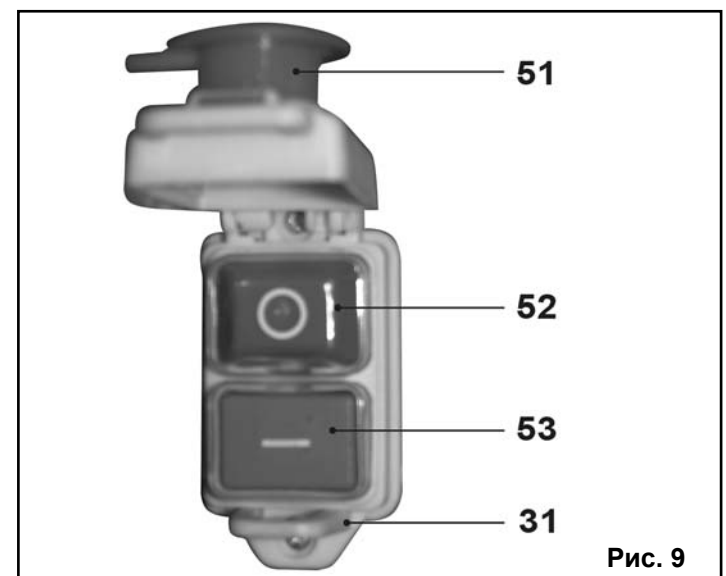

Рис. 9
10.2.5. Как показано на Рис. 9 откройте крышку (51). Для включения станка нажмите на кнопку включения (52), для выключения станка нажмите на кнопку выключения (52) или на крышку (51) аварийного выключателя (31).